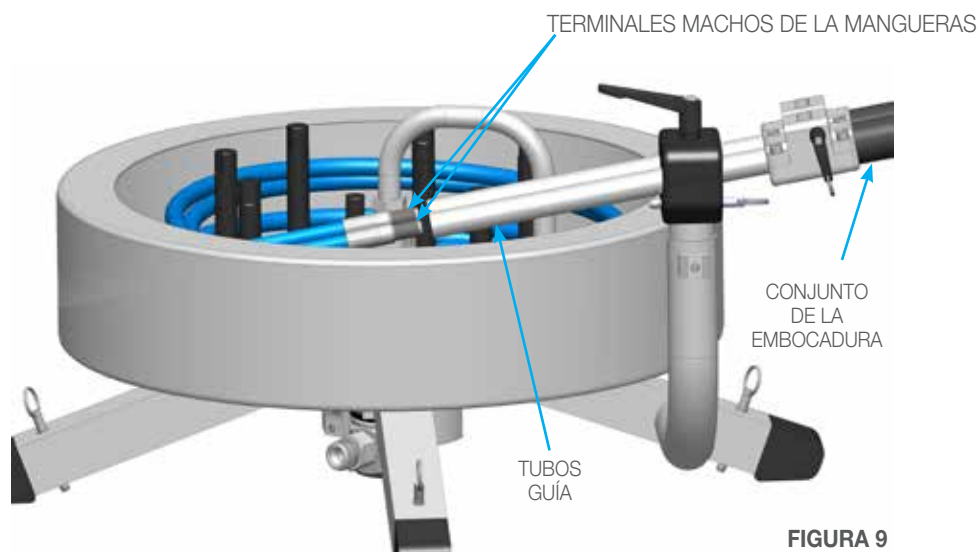

FIGURA 9
1. Pase las mangueras a través de los tubos guía y la embocadura. (**Figura 9**).